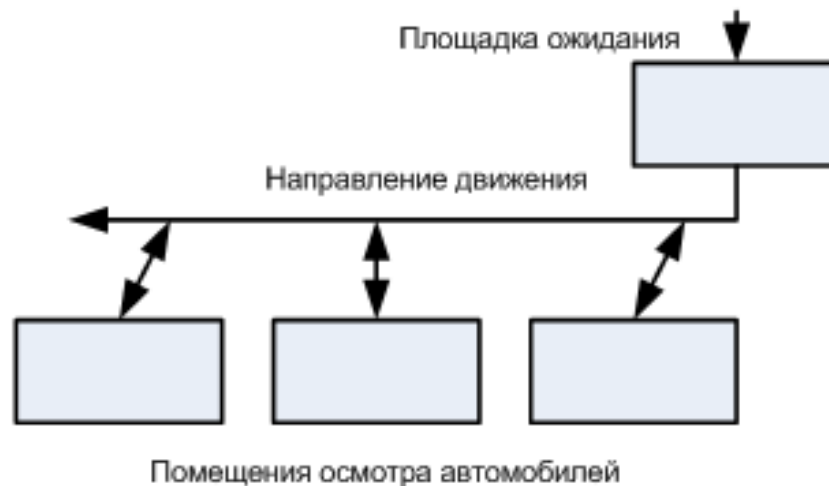

Рис.4.12. Схема движения
5. Постройте новую модель СМО, которая показывает движение транспортных средств в сервисном пункте. Интенсивность прибытия автомобилей равна 0,07. Осматривает машины бригада из трех автомехаников. Время осмотра изменяется случайным образом от 0 до 10 минут (см. Рис. 4.12).